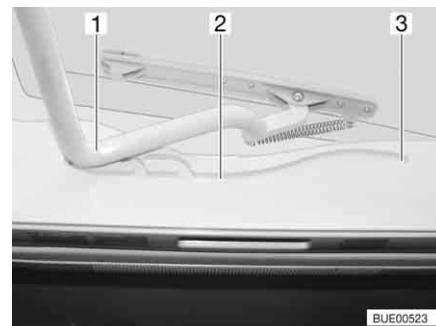

Fig. 79 Claraboya Heki, guía
- Tirar el estribo (Fig. 79,1) en las guías (Fig. 79,2) hasta la posición trasera final (Fig. 79,3).
- Empujar el estribo (Fig. 79,1) ligeramente hacia arriba con ambas manos.
- Tirar el estribo en las guías (Fig. 79,2) hasta la posición deseada.